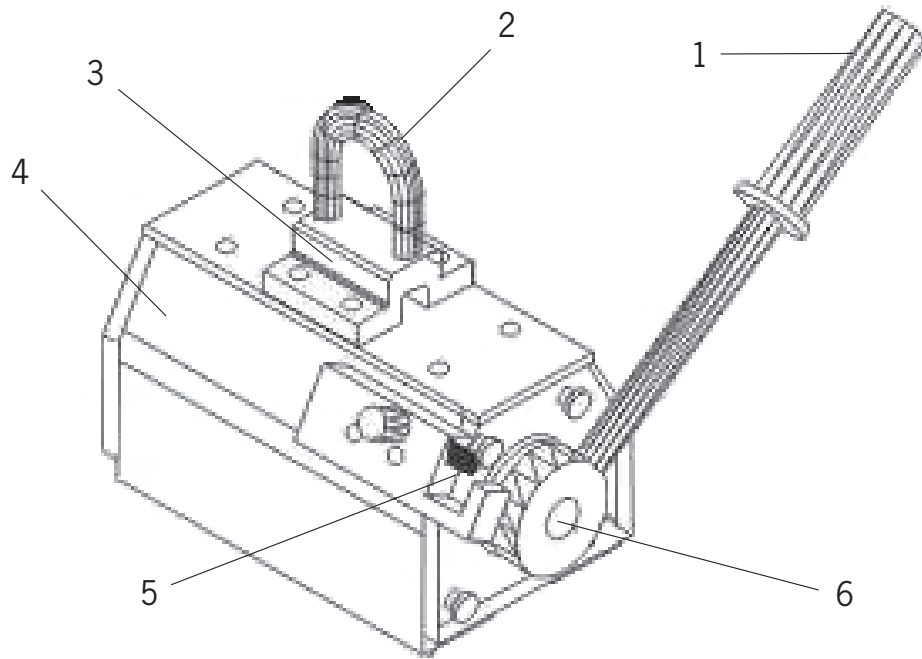

Fig. 6
- Voor gebruik moet de hendel (Fig. 6), die voor transportdoeleinden verwijderd is, weer in het hijs hulpmiddel vastgeschroefd worden.